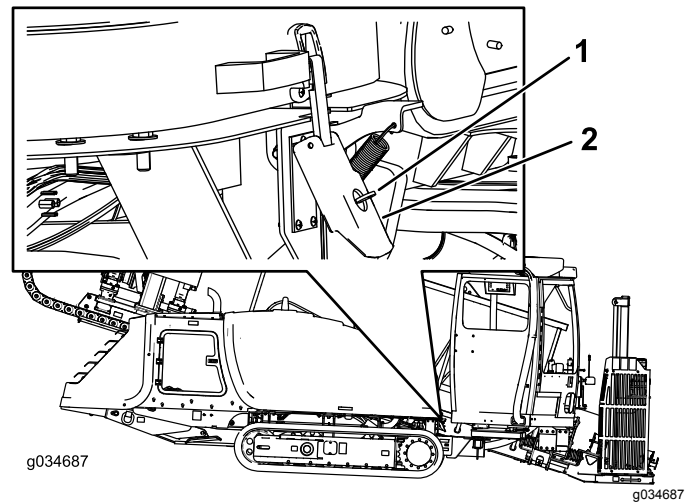

Figure 69
2. Relevez le verrou, comme montré à la Figure 69.
Remarque: Vérifiez que la clé est en position DÉVERROUILLÉE (horizontale), comme montré à la Figure 69.